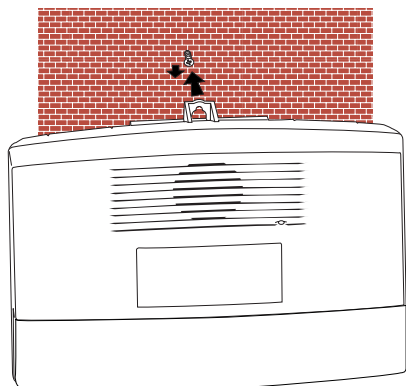

Figure 4
- Accrocher l'embase à la vis (fig. 4). Marquer les 2 trous inférieurs, en vérifiant que le boîtier est de niveau.